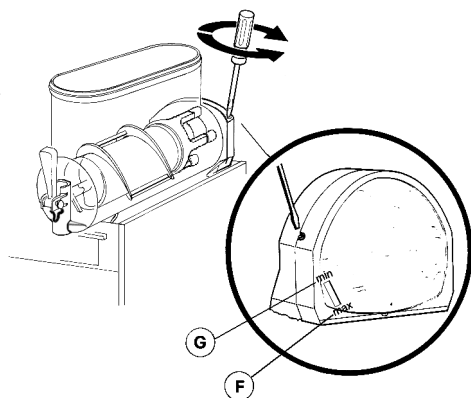

figure 3
- 1 **Réglage de la densité:** la densité optimale de la granita a été réglée en usine. Si l'on désire modifier cette densité, tourner avec un tournevis la vis de régulation densité située dans chacune des parois postérieures du distributeur (voir figure 3):